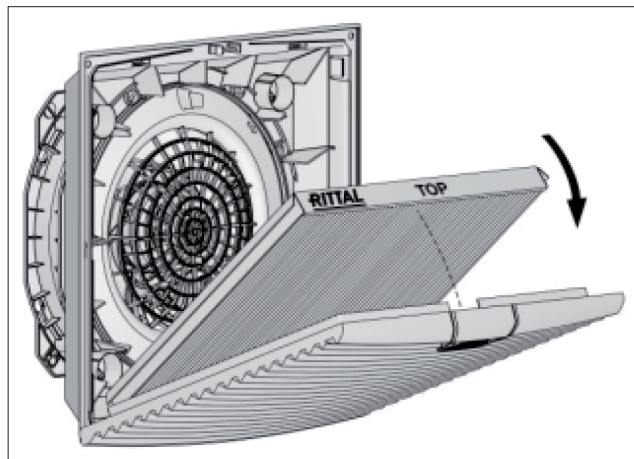

Fig. 7: Installazione del feltro plissettato IP 54
- Inserire il feltro plissettato nella griglia di aerazione. La scritta «Top» indica la direzione di inserimento (vedi fig. 7).